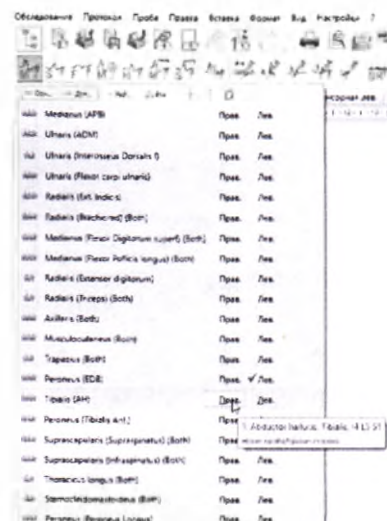

Рис. 91. Выбор шаблона исследования малоберцового нерва
- Из выпадающего меню с помощью левой кнопки мыши выберите шаблон исследования малоберцового нерва (рис. 91).